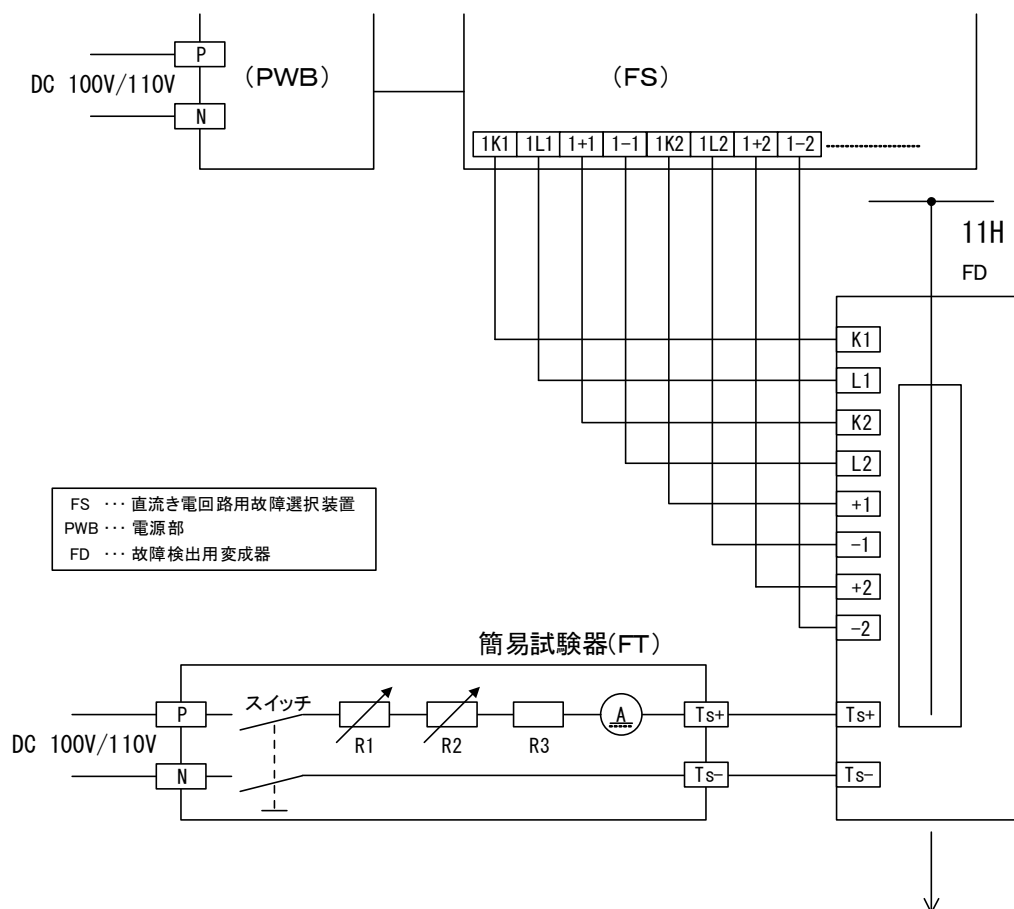

図 36. 動作試験回路
故障検出用変成器 (FD) には一次電流と等価な試験コイルを内蔵しており、一次電流 1000A あたり約 1A の直流電流を通電することで等価試験を行うことができます。図 36 に弊社製の簡易試験器 (FT) を使用した場合の等価試験回路を示します。
- ① 図 36 のように、FT の Ts+・Ts- 端子を FD の Ts+・Ts- 端子に接続し、FT の P, N 端子を DC100V/110V に接続して下さい。
- ② 可変抵抗器 R1, R2 を左に回し FT の内部抵抗値を最大にした状態で、FT のスイッチを投入し、FS の動作を確認して下さい。
- ③ 不動作の場合は R1, R2 を右へ回して抵抗を減らして、再びスイッチを投入して、FS の動作を確認して下さい。
- ④ ③の操作を繰り返して動作限界点を求め、動作時の電流値を電流計 (A) で確認します。この動作電流値が試験成績表に記載の電流値と比較して ±10% 以内ならば装置の動作感度は正常とみなします。